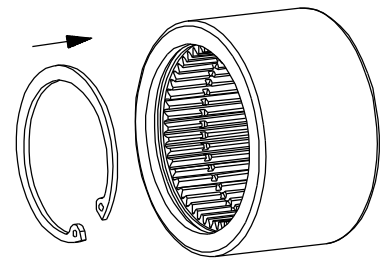

Bild 5.2
- Den Sicherungsring bzw. Sprengring (Bauteil 5) in die Hülse einsetzen. (siehe Bild 5.2)